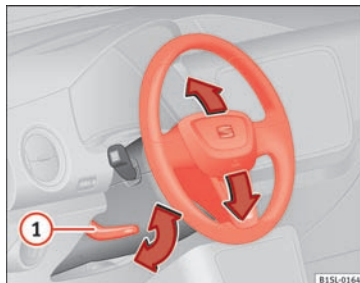

Fig. 3 Mekanisk indstilling af ratposition
- Drej armen » Fig. 3 ① nedad.
- Armen » Fig. 3 ① skal drejes helt op, efter at indstillingen er foretaget, så rattet ikke utilsigtet ændrer position under kørsel.